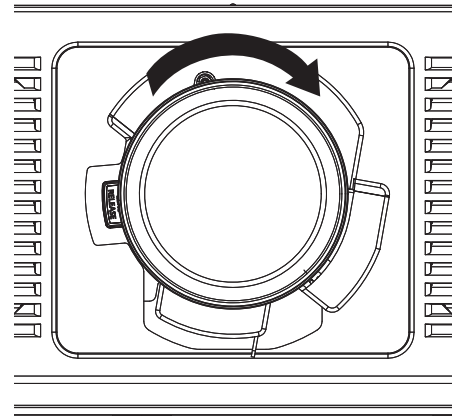

Figura 3
3) Gire la lente de proyección en el sentido de las agujas del reloj hasta que haga clic. (Figura 3)